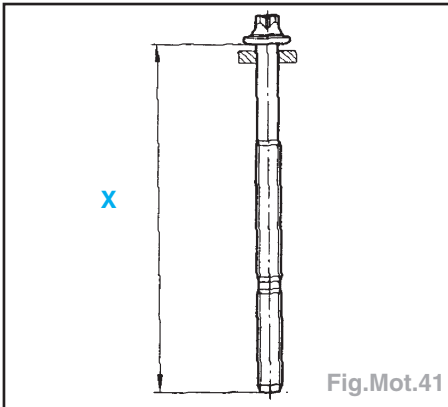

Fig.Mot.41
- Contrôler la longueur des vis de culasse (Fig.Mot.41) :